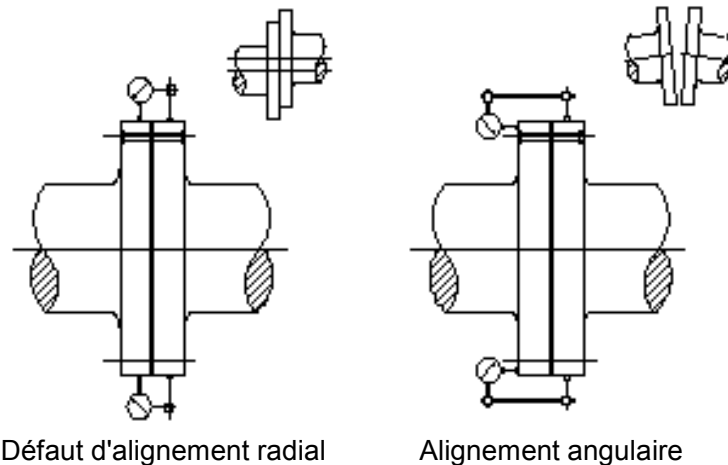

Figure 3-9 Vérification de l'alignement à l'aide de comparateurs
3. Montez le matériel d'alignement. Si vous utilisez des comparateurs, il est recommandé de régler le comparateur à cadran de sorte à placer l'aiguille environ au centre du cadran. Vérifiez la rigidité des supports du comparateur pour ne pas qu'ils se détendent. Reportez-vous à *Figure 3-9 Vérification de l'alignement à l'aide de comparateurs*